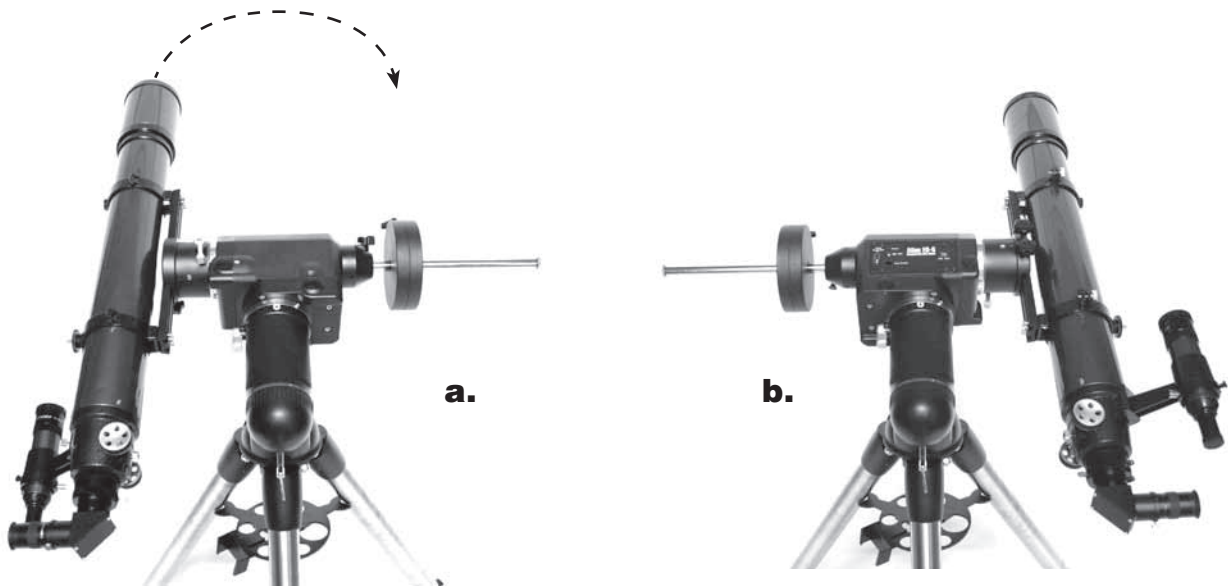

Figura 12. Gire el telescopio 180° alrededor del eje de A. R.
9. Afloje el botón de bloqueo de A. R. y gire cuidadosamente el telescopio 180° con respecto al eje de A. R. (**figura 12**). Esto debe realizarse con la mayor precisión posible tomando como referencia el círculo graduado mecánico.